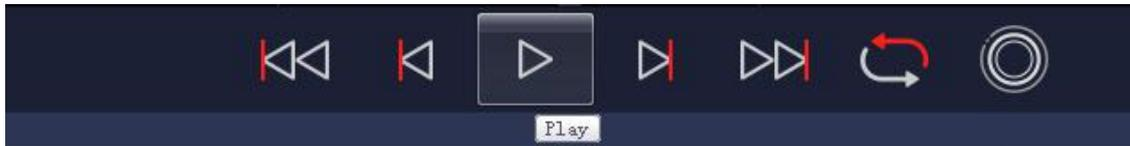

图 D-8 RSView Play 按钮和 Scrub 滑动工具
5.点击 **Play** 按钮可以播放或者暂停数据。使用 **Scrub** 滑动工具前后滑动可以选择数据中不同位置的帧，此工具和 **Record** 按钮在同一个工具栏内(图 D-8)